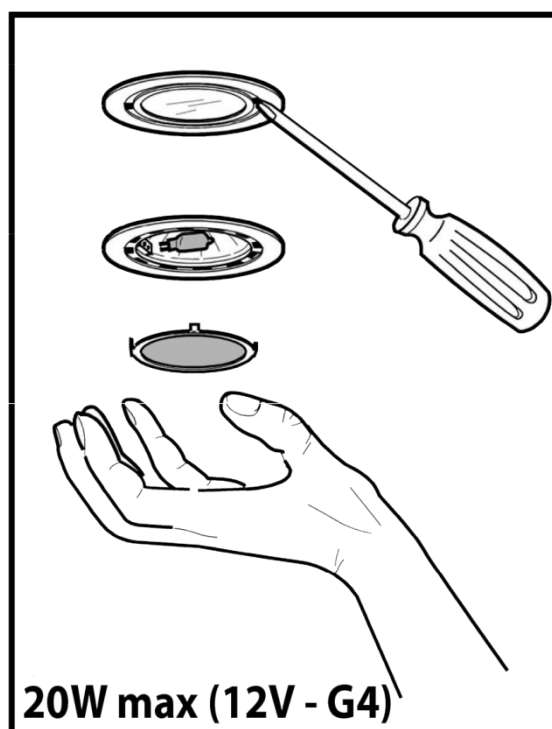

Рис.6
8.8 На вытяжке установлены галогенные лампы подсветки рабочей зоны плиты. Отключить прибор от электросети. **Внимание!** Прежде чем трогать лампы необходимо удостовериться что они охладели. Выньте защитный элемент с помощью небольшой отвертки или подобного инструмента. Замените перегоревшую лампу. Используйте для этого лишь галогенные лампы на **12V -20W max - G4**, не притрагиваясь к ним руками. Закройте плафон (крепление задвижкой) (рис.6). Если система подсветки не работает, проверьте верную установку ламп в гнезде, перед тем как обращаться к центру технической помощи.